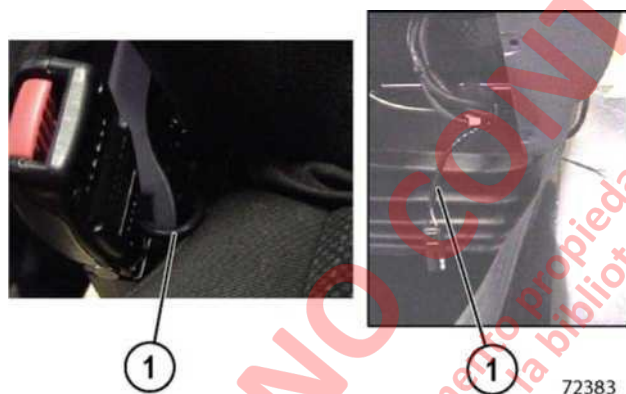

FIGURA 3-24.
13. Si va a instalar una hebilla de controlador, empuje la cuerda minder del cinturón de seguridad (1, figura 3-24) entre los cojines del asiento y el marco lateral a la parte posterior del asiento. Conecte la cuerda minder a las mangueras en la parte posterior. Conecte la cuerda minder en el arnés de cables en la cabina, si está equipado.